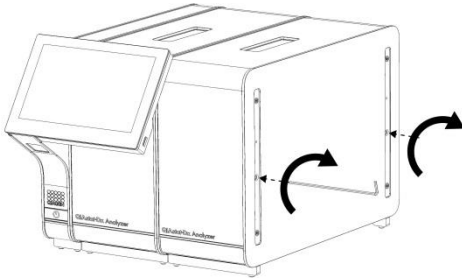

Abbildung 13: Ausrichten und Anbringen des zusätzlichen Analysemoduls
4. Richten Sie das zusätzliche Analysemodul am vorhandenen Analysemodul aus. Ziehen Sie die Schrauben unter Verwendung des mit dem QIAstat-Dx Analyzer 1.0 gelieferten Werkzeugs für das Analyse- und Betriebsmodul fest (Abbildung 13).